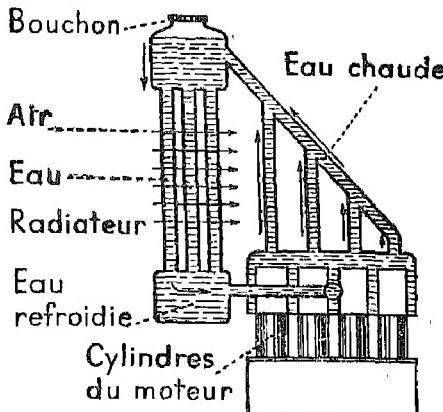

Fig. 6. — Radiateur d'automobile.
e) le radiateur, destiné à refroidir l'eau qui circule autour des cylindres (fig. 6). Il est placé tout à l'avant de la voiture.